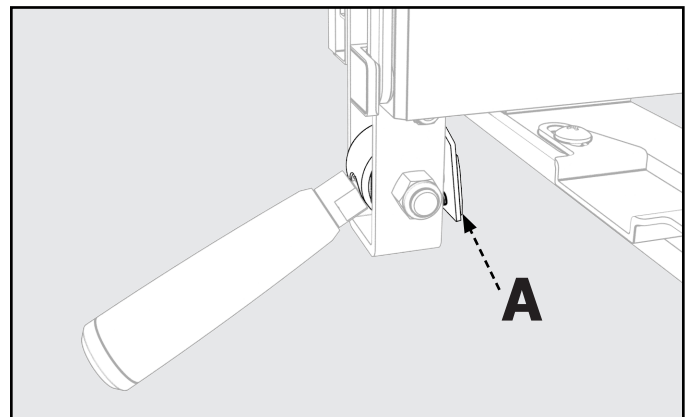

FIGURA 18
2. Aplique, de manera ocasional, grasa a la cerradura y base de la leva (A), como se muestra en la **Figura 18**, para evitar el desgaste.